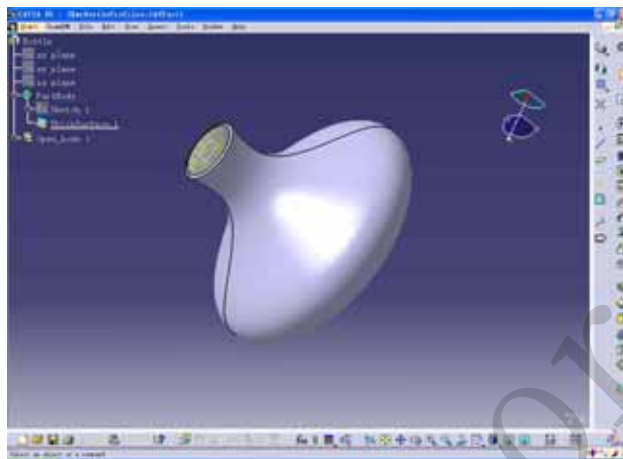
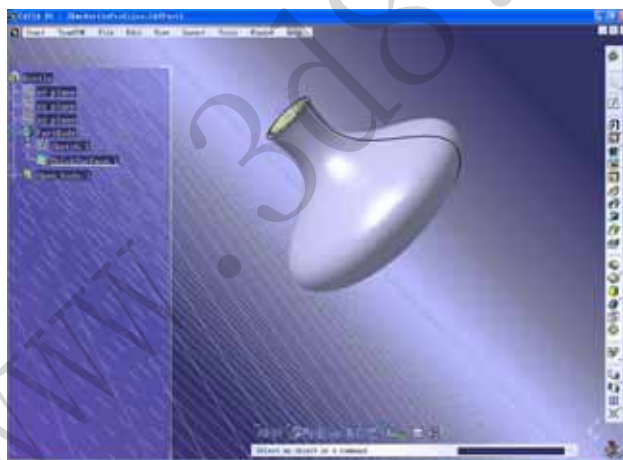

图 1-2 CATIA V5-P2 界面
图 1-3 CATIA V5-P3 界面
- ◆ User Interface Style 是指定用户界面的类型。这与用户 CATIA V5 软件的授权有关，不同的 License，用户界面是不同的，P1、P2、P3 依次从低到高，用户的权限不断增大，功能也越来越多，但是对于计算机硬件的要求也越来越高，价格也越来越昂贵。CATIA V5-P1 具有最低限度的模块，提供了基本的设计功能。CATIA V5-P2 模块比 P1 增加了许多，P1 和 P2 基本界面相似，如图 1-2 所示。CATIA V5-P3 提供了最完善的功能模块，其界面更具有立体感，如图 1-3 所示。为了方便，在后文中我们就把 CATIA V5 直接称为 CATIA。